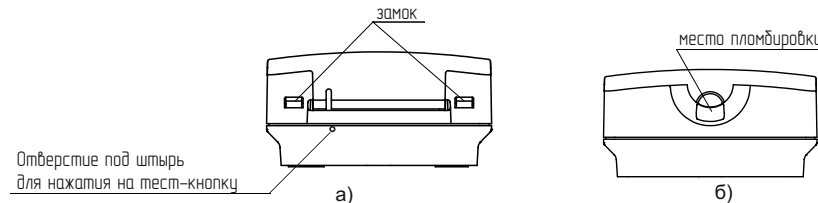

Рисунок 3
6.7 Для установки извещателя необходимо отсоединить корпус от основания, нажав отверткой на замки внизу корпуса (Рисунок 3а). Кнопка извещателя при этом должна быть в ненажатом положении.